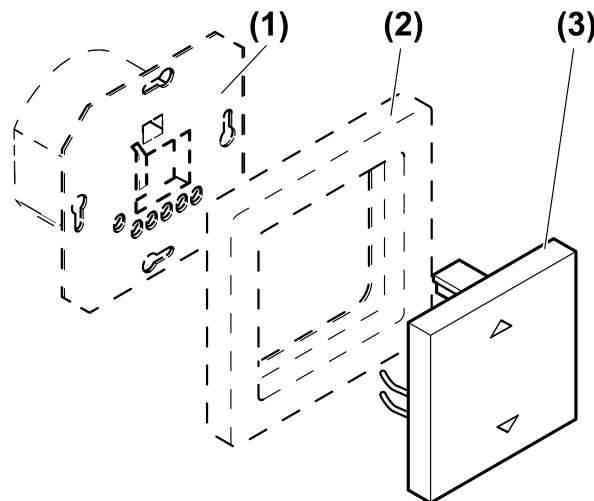

Figura 1: Struttura dell'apparecchio
- Inserire l'unità di comando (3) con cornice (2) nell'unità di comando veneziana (1) (figura 1).